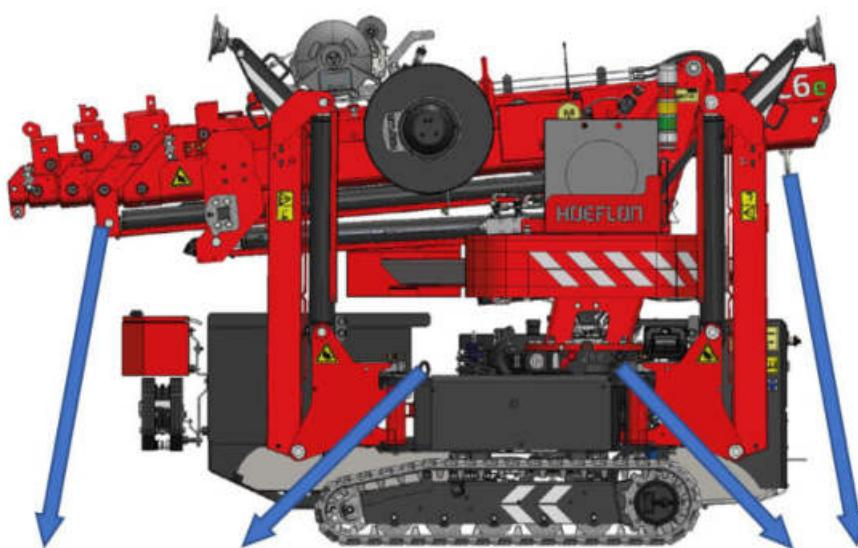

Abbildung 7.3 Kran sichern
- Fixieren Sie die Maschine mit 4 Spanngurten an den Aussparungen in den Scharnierplatten der Stützfüße. Der Kran kann auch an der Kransäule befestigt werden (siehe Abbildung 7.3).